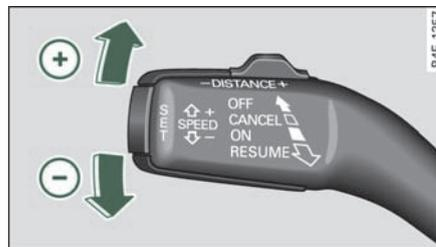

图 130 操纵杆：更改车速
- 将操纵杆短促向上朝方向 ⊕ ⇒ 第125页, 图 130 按压。存储的车速便会按车速表中的刻度线提高一格。